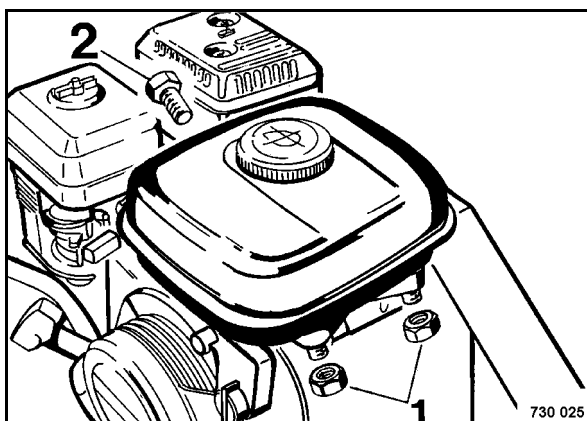

рис. 53
- Снять топливный бак. Для этого открутить шестигранные гайки (1) (рис. 53) и вывинтить винт с шестигранной головкой (2).